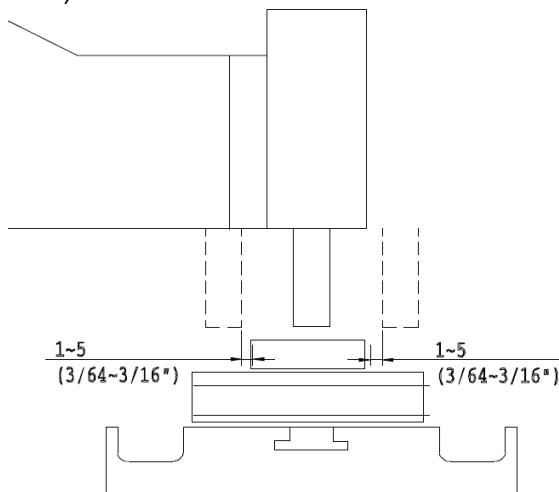

Рис.6.8a
2.a. Для лучшей обработки (точность, плоскость) это важно для шлифования, чтобы обработать оба края деталей рекомендуется учитывать заход и выход шлифовального круга 1-5 мм (Рис.6.8a).